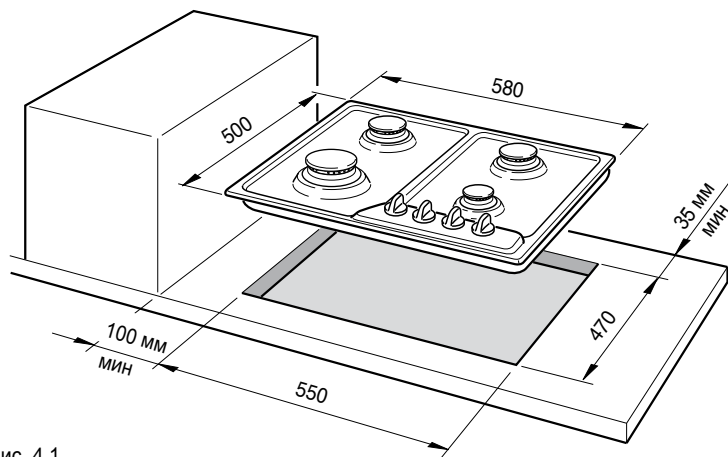

Рис. 4.1
Для встройки варочной поверхности в кухонную мебель необходимо сделать отверстие, размеры которого показаны на Рис. 4.1, учитывая следующие указания:
- ✓ Расстояние от варочной поверхности до боковой стенки должно быть не менее 100 мм (Рис. 4.1);
Для установки варочной поверхности в кухонную мебель необходимо сделать отверстие, размеры которого показаны на Рис. 4.1, учитывая следующие указания: